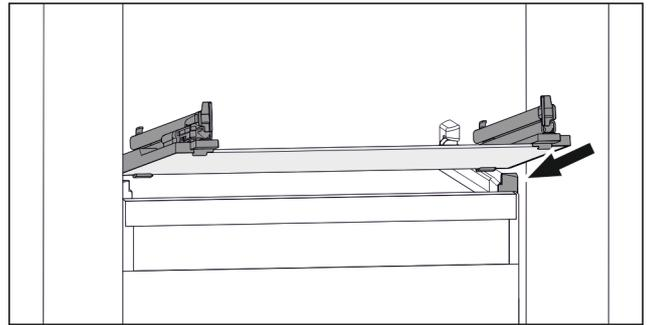

Fig. 139 玻璃隔板例图
- ▶ 将玻璃隔板斜放在止动器后面。(参见 Fig. 139)